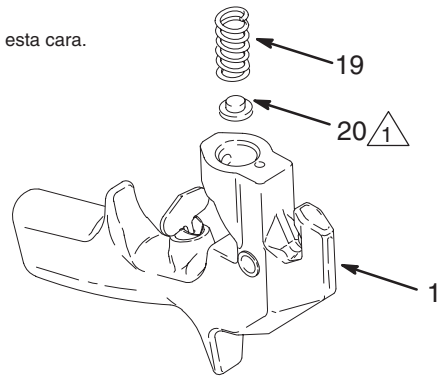

Fig. 17
- Si se ha desmontado el muelle (19), engrase la pieza de ajuste (20) de aquél y móntelo. Introduzca este conjunto en el cuerpo de la pistola (1). Vea la Fig. 17.